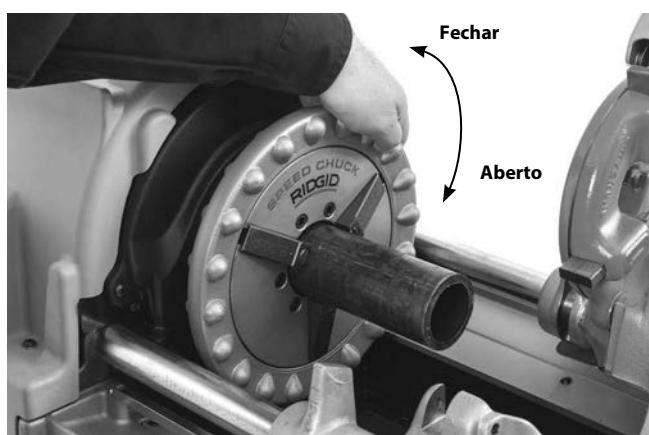

Figura 16 - Roscar o tubo
Abra totalmente os mandris da máquina de roscar. Para máquinas de mandril manual, roda o volante do mandril dianteiro no sentido horário (ver Figura 16). Para máquinas de mandril automático, desloque o interruptor REV/OFF/FOR (2/0/1) para a posição REV (2). Pressione e liberte o interruptor de pedal.
Gire o volante do mandril dianteiro no sentido anti-horário (visto da dianteira da máquina *Figura 16*) para fechar sobre o tubo. Certifique-se de que o tubo está centrado nos entalhes. Utilize rotações repetidas e forçadas no sentido anti-horário do volante para fixar o tubo ao mandril dianteiro.